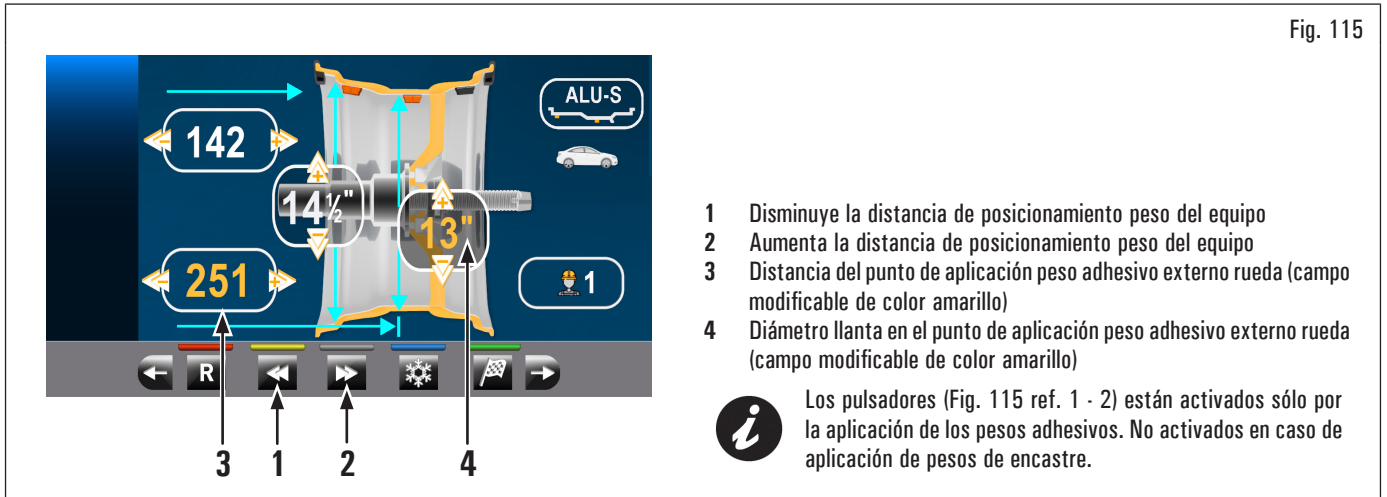

Fig. 115
Los pulsadores (Fig. 115 ref. 1 - 2) están activados sólo por la aplicación de los pesos adhesivos. No activados en caso de aplicación de pesos de encastre.
- volver a la pantalla(Fig. 115 o Fig. 117) (pantalla donde se visualizan las medidas adquiridas por el equipo/modificadas por el operador),
Ejecutando el procedimiento de esta manera el equipo utiliza las medidas de aplicación peso visualizadas en Fig. 115 o Fig. 117 para todas las ruedas a equilibrar.